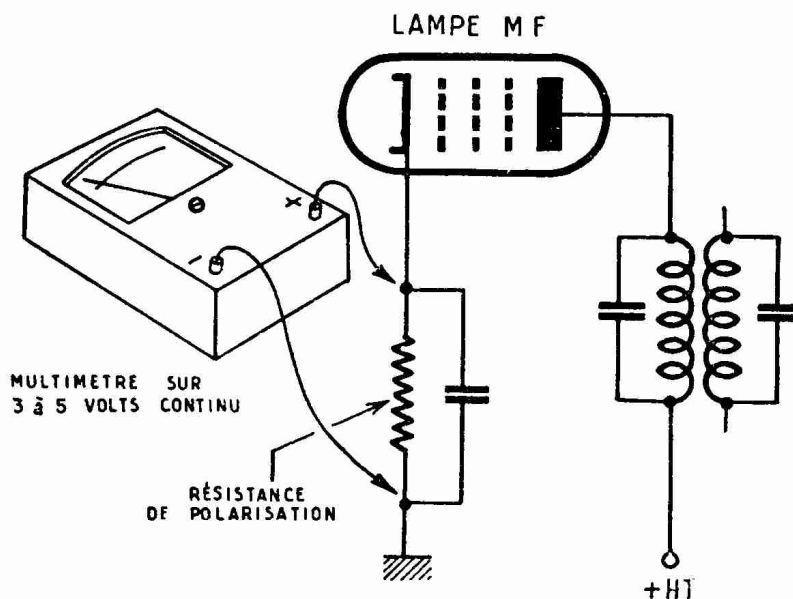

FIG. 30. — L'accord est indiqué par la déviation minimum de l'aiguille.
- Brancher le voltmètre entre masse et cathode de la EF85 (fig. 30) ; on doit lire là de 1 à 2 volts environ.
Nous avons indiqué que, pour observer avec précision l'accord optimum en cours d'alignement, il est intéressant d'utiliser un **indicateur d'accord**. Soit par exemple le voltmètre mis sur la sensibilité 3 à 5 volts, en continu, et branché sur la cathode de la lampe amplificatrice MF (EF41, UF41...). L'accord exact est obtenu lorsque l'aiguille par un **minimum** (tension la plus faible). Voir figure 30.